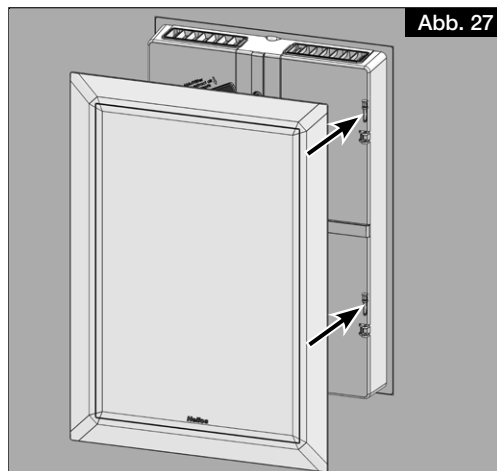
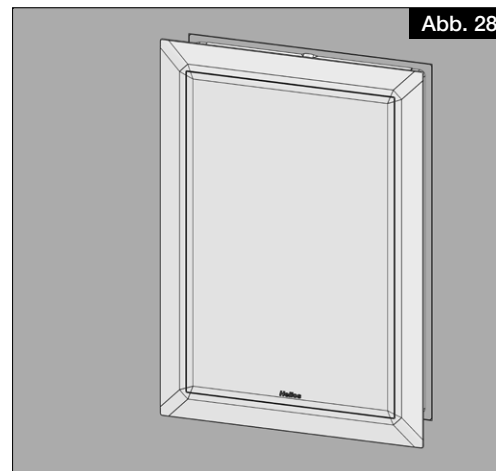

Abb. 27
Abb. 28
9. Die Blende mit den Befestigungsklammern am Blendenrahmen anbringen (siehe Abb. 27, Abb. 28). Die Befestigungsklammern liegen im Polybeutel bei.